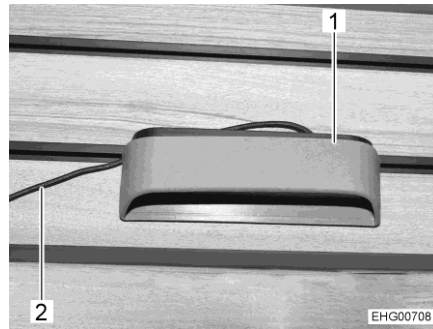
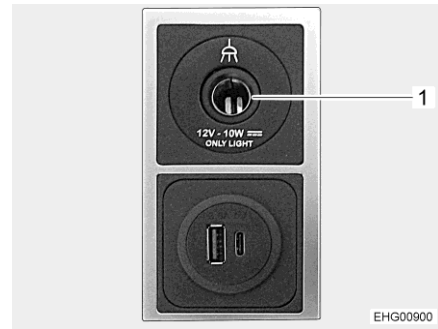

Fig. 76 Lampe de lecture mobile
Fig. 77 Prise de courant 12 V et prises USB
- Accrocher la lampe de lecture (Fig. 76,1) à l'endroit désiré d'une des bandes de suspension.
- Brancher le câble (Fig. 76,2) de la lampe de lecture mobile dans la prise de courant 12 V (Fig. 77,1) la plus proche.